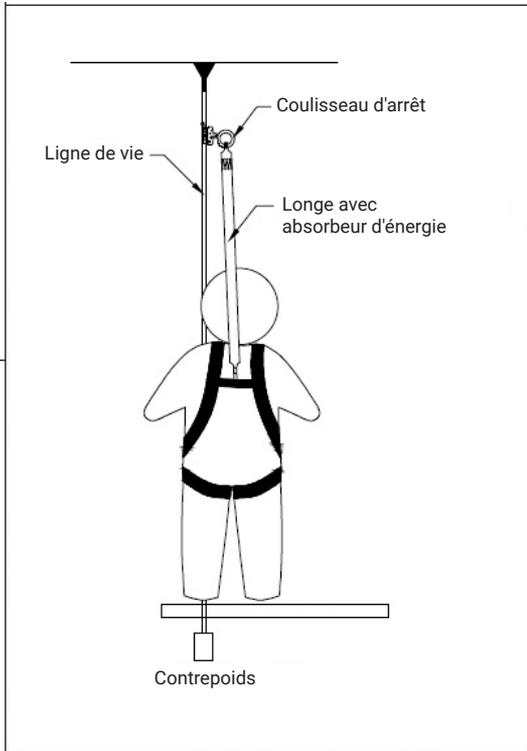

Figure 2 – Antichute
1. **OBJECT:** Les coulisseaux d'arrêt HiiGard sont conçus pour être utilisés comme faisant partie d'un système antichute personnel. Les applications pour ces coulisseaux d'arrêt comprennent la plupart des activités où il existe un besoin d'antichute ou de retenue (sur des surfaces en pente). Les figures 2 et 3 sont des exemples de ces applications. Ce coulisseau fait partie d'un système antichute complet, y compris une corde de vie compatible. (Seules les cordes de vie énumérées dans ces instructions peuvent être utilisées), une longe avec absorbeurs d'énergie intégrée (fournie par HiiGard). Seules ces langes avec absorbeurs d'énergie peuvent être utilisées) et un harnais complet. La chute libre maximale autorisée est de 1,8 m (6 pieds). Le coulisseau de retenue peut UNIQUEMENT être utilisé avec la longe avec absorbeurs d'énergie y étant attaché.